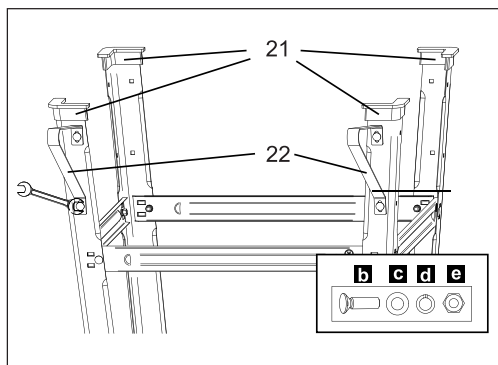

Рис. 6
6. Установите резиновые защитные накладки 21 и упоры защиты от опрокидывания 22 на ножки (рис.6).